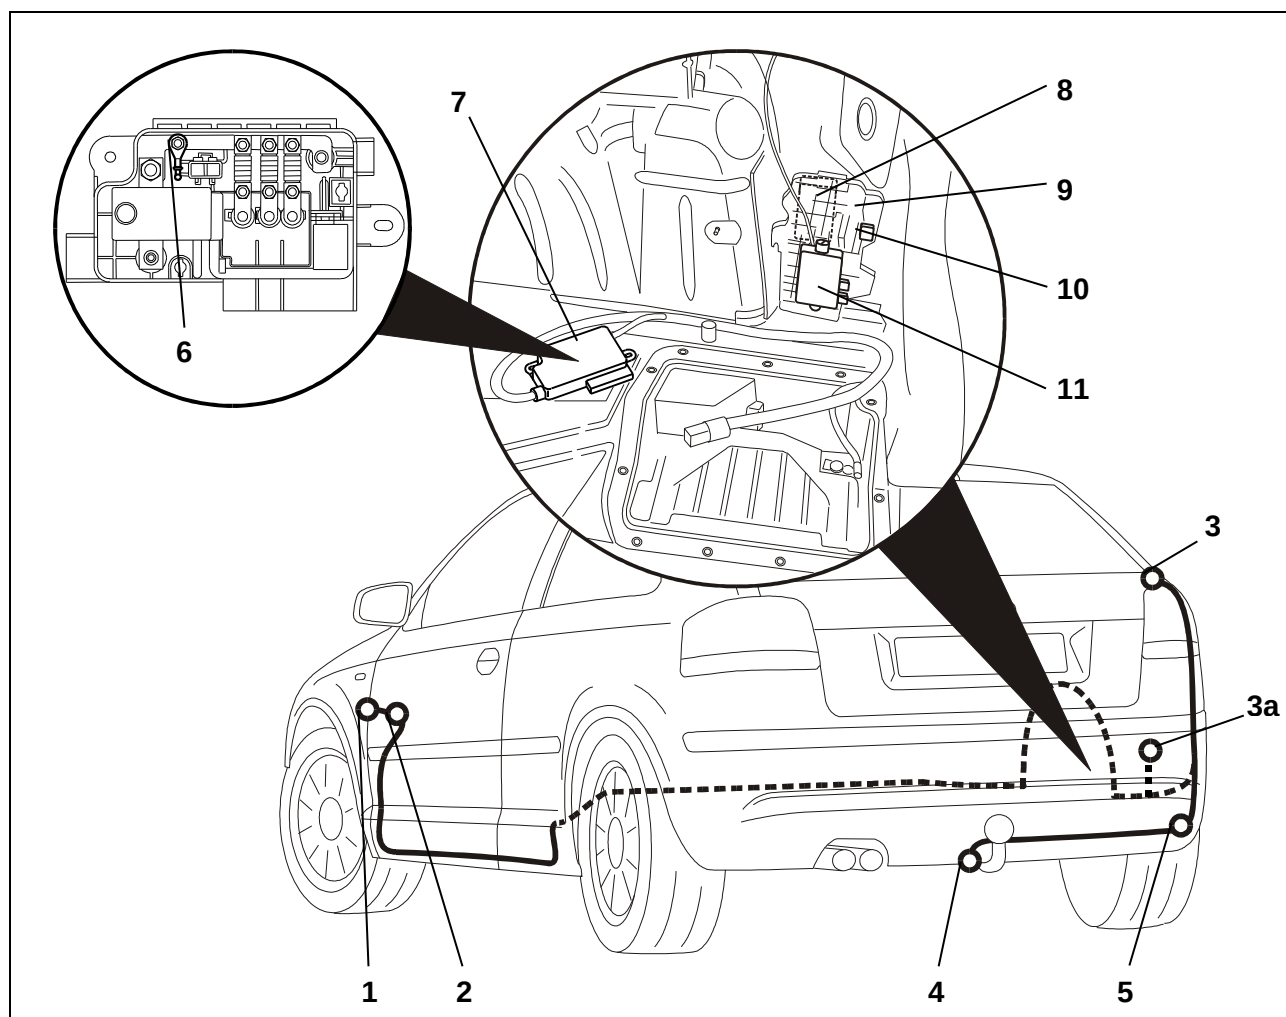

Fig. 1 – Schema di montaggio
3. Rimuovere la copertura del foro da 40 mm a sinistra sotto il fanale posteriore nella lamiera di fondo (fig. 1/5).
4. Far passare dall'esterno il terminale del cavo con gli spinotti a 16 poli ed a 3 poli attraverso il passacavi e portarlo fino al porta-apparecchi (fig. 1/9).
5. Infilare la bussola di gomma nel foro di passaggio cavi (fig. 1/5).
6. Portare l'estremità della presa del fascio cavi alla lamiera portapresa (fig. 1/4)
9. Fissare la presa al supporto (fig. 1/4) mediante le viti fornite in dotazione.
10. Inserire il modulo di collegamento rimorchio (fig. 1/11) in basso sul lato anteriore del porta-apparecchi (fig. 1/9).